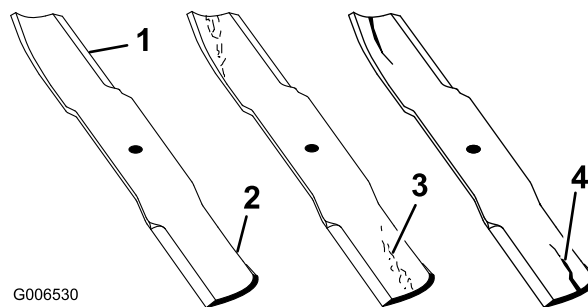

Figura 22
2. Examine cuidadosamente los extremos de corte de la cuchilla, sobre todo en el punto de reunión entre la parte plana y la parte curva de la cuchilla (Figura 22). Puesto que la arena y los materiales abrasivos pueden desgastar el metal que conecta las partes curva y plana
de la cuchilla, compruebe la cuchilla antes de utilizar la máquina. Si observa señales de desgaste (Figura 22), cambie la cuchilla; consulte Cómo retirar la cuchilla.
Si se permite que la cuchilla se desgaste, se formará una hendidura entre la vela y la parte plana de la cuchilla (Figura 22). Con el tiempo, una parte de la cuchilla podría desprenderse y salir lanzada desde debajo de la carcasa, posiblemente causando lesiones graves a usted o a otra persona.